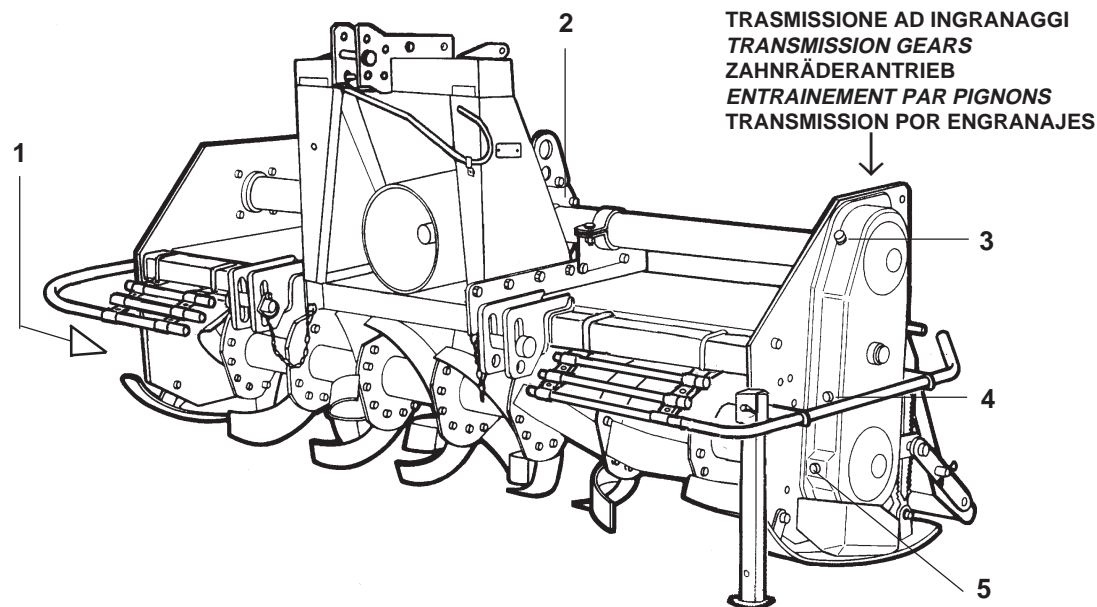

Fig. 24
- Den Ölstand im Gang-Gehäuse kontrollieren (2 Abb. 24); ev. bis zum Ölstandzeichen, das auf dem Stab angebracht ist, nachfüllen.
- Kettenantrieb: den Ölstand im Seitenantrieb prüfen. Dazu den Ölstandsstopfen (4 Abb. 24) losschrauben und prüfen, ob Öl ausfließt. Ggf. durch den Öleinfüllstopfen (3 Abb. 24) soviel Öl nachfüllen, bis das Öl am Ölstandsstopfen ausläuft.
- Zahnradantrieb: den Ölstand im Seitenantrieb prüfen. Dazu den Ölstandsstopfen (4 Abb. 24) losschrauben und prüfen, ob Öl ausfließt. Ggf. durch den Öleinfüllstopfen (3 Abb. 24) soviel Öl nachfüllen, bis das Öl am Ölstandsstopfen ausläuft.
- *Graissez les fusées du rotor (1 Fig. 24).*
- *Contrôlez le niveau de l'huile dans la boîte de vitesse. Si nécessaire, rajouter de l'huile jusqu'au cran sur la jauge (2 Fig. 24).*
- *Entrainement latéral par chaîne: contrôlez le niveau de l'huile dans le carter latéral de la transmission en dévissant le bouchon de niveau (4 Fig. 24) et vérifiant si l'huile sort. Si nécessaire rajouter de l'huile par le bouchon de remplissage (3 Fig. 24) jusqu'à ce qu'elle sorte par le bouchon de niveau.*
- *Entrainement latéral par pignons: contrôlez le niveau de l'huile dans le carter latéral de la transmission en dévissant le bouchon de niveau (4 Fig. 24) et vérifiant si l'huile sort. Si nécessaire rajouter de l'huile par le bouchon de remplissage (3 Fig. 24) jusqu'à ce qu'elle sorte par le bouchon de niveau.*
- Engrasar los ejes del rotor (1 Fig. 24).
- Controlar el nivel de aceite en la caja de cambio, eventualmente rellenar hasta la muesca de nivel presente en la varilla (2 Fig. 24).
- Transmisión lateral por cadena: controlar el nivel de aceite en el carter lateral de la transmisión, desenroscando el tapón de nivel (4 Fig. 24) y controlando que salga el aceite. Eventualmente agregar aceite a través del tapón de llenado (3 Fig. 24), hasta que veamos que sale por el tapón de nivel.
- Transmisión lateral por engranajes: controlar el nivel de aceite en el carter lateral de la transmisión, desenroscando el tapón de nivel (4 Fig. 24) y controlando que salga el aceite. Eventualmente agregar aceite a través del tapón de llenado (3 Fig. 24), hasta que veamos que sale por el tapón de nivel.
- Effettuare il cambio completo dell'olio, sia cambio e sia del carter trasmissione, scaricando completamente l'olio dal tappo di scarico posto sotto la scatola riduttore e dal tappo di scarico trasmissione (2 e 5 Fig. 24).
- *Change the oil in the in the gearbox and transmission casing by completely draining off the old oil through the drain plug under the reduction unit and through the transmission drain plug (2 and 5 Fig. 24).*
- Das Öl im Getriebe wechseln. Dazu die Ölablaßschraube unter dem Getriebegehäuse und den Stopfen des seitlichen Antriebs (2 und 5 Abb. 24) losdrehen und das Öl ausfließen lassen.
- *Vidangez entièrement l'huile du boîte de vitesse et du carter de transmission à travers le bouchon de vidange qui se trouve sous la boîte du réducteur et par le bouchon de vidange de la transmission (2 et 5 Fig. 24).*
- Efectuar el cambio completo del aceite, tanto la caja de cambio como también del cárter de transmisión, descargando completamente el aceite del tapón de descarga presente debajo de la caja del reductor y del tapón de descarga transmisión (2 y 5 Fig. 24).